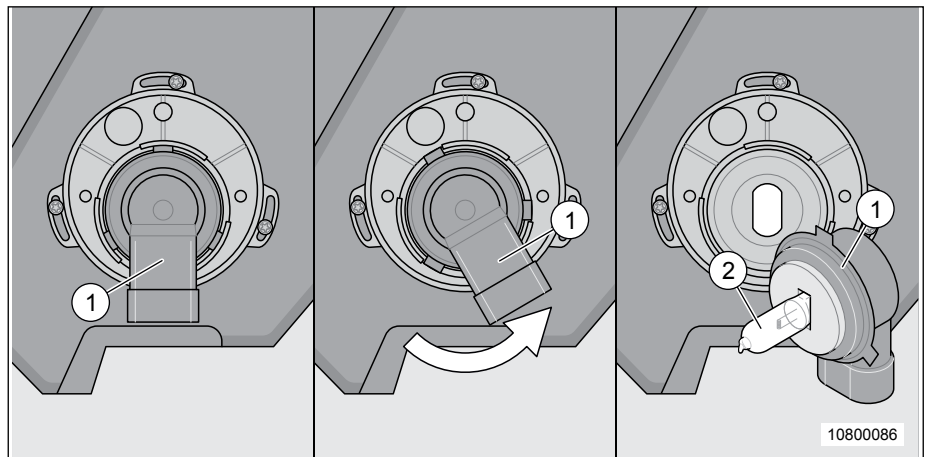

Fig. 161 Remplacement de l'ampoule du feu de croisement
- Si, en remplaçant l'ampoule de l'éclairage avant (Fig. 161), on travaille avec un outil non approprié ou si le câble est trop sollicité, il y a risque de détérioration.
1. Tourner le culot (Fig. 161, pos. 1) dans le sens anti-horaire jusqu'en butée.
2. Retirer prudemment le culot (Fig. 161, pos. 1) en veillant à le tenir bien droit.
4. Tirer l'ampoule (Fig. 161, pos. 2) hors du culot et la remplacer.